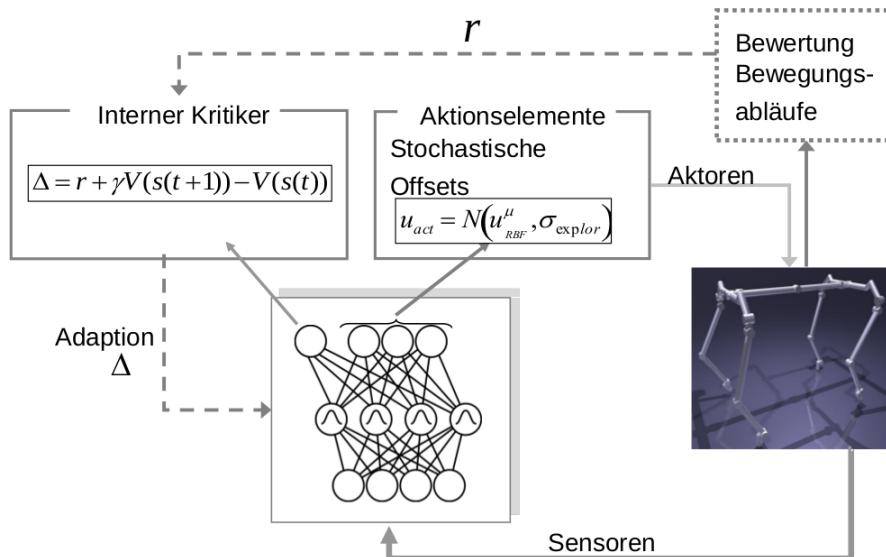

Abbildung 102: Aktor/Kritiker–Ansatz
**Aktor/Kritiker-Ansatz** siehe Abbildung 102.